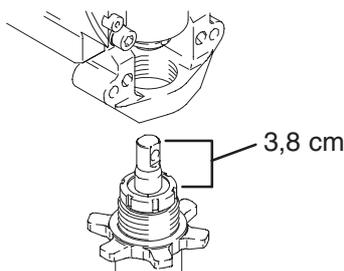

Fig. 14
1. Fig. 14. Extraiga el vástago del pistón 3,8 cm. Enrosque la bomba hasta que los orificios de la traviesa del cojinete y del vástago del pistón queden alineados.